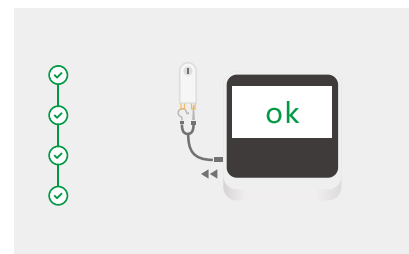
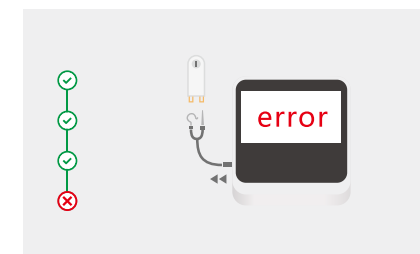

Рис. 36 Допоміжні пристрої працюють належним чином
Рис. 37 Виявлено несправність допоміжних пристроїв
- Перевірка допоміжних пристроїв почнеться автоматично, і її результати відобразяться на екрані: ОК (рис. 36) або ERROR (ПОМИЛКА) (рис. 37).